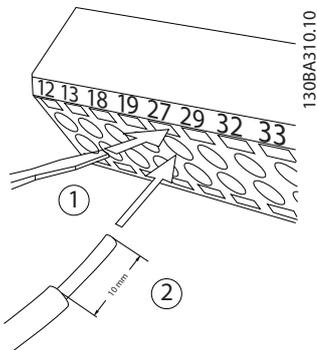

Рисунок 2.17 Подключение элементов управления
1. Раскройте контакт, вставив небольшую отвертку в прорезь, расположенную над или под контактом, как показано на *Рисунок 2.17*.